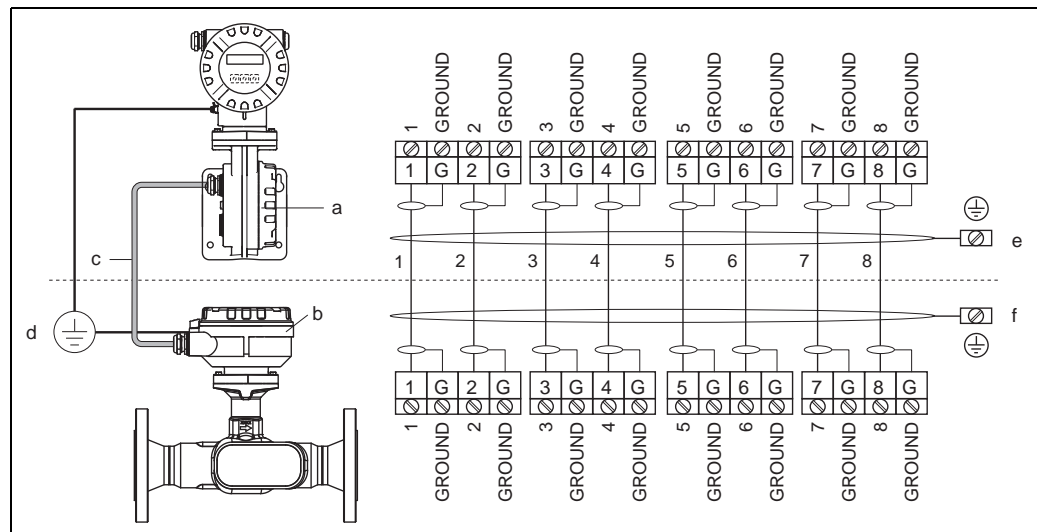

Abb. 12: Anschluss der Getrenntausführung
- Die Getrenntausführung ist zu erden. Messaufnehmer und -umformer müssen dabei am gleichen Potentialausgleich (s. Abb. 12, d) angeschlossen werden.
3. Messaufnehmer und -umformer gemäß elektrischem Anschlussplan verdrahten: s. Abb. 12 oder Anschlussbild im Deckel des Anschlussklemmenraums.